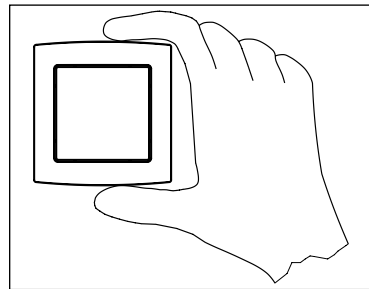

Fig. 4
- a) Aprire il dispositivo (vedi Fig. 4).
- Prima dell'apertura, togliere tensione dal termostato per la regolazione della temperatura ambiente e assicurarlo contro la riattivazione (Apri vedi punto 7. - Fig. 4).